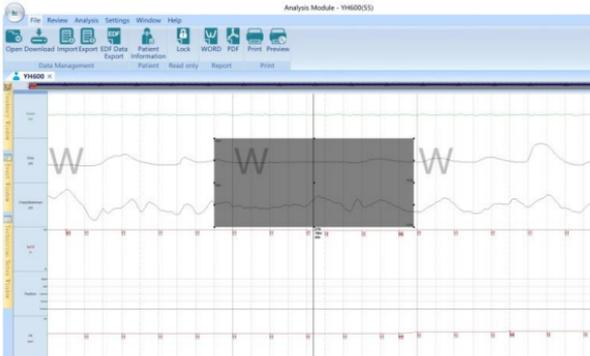

Figura 2-61
- Agregar evento: coloque el cursor en el punto de inicio del evento y haga clic izquierdo y arrastre para terminar de agregar el evento, Como se muestra en la Figura 2-61.